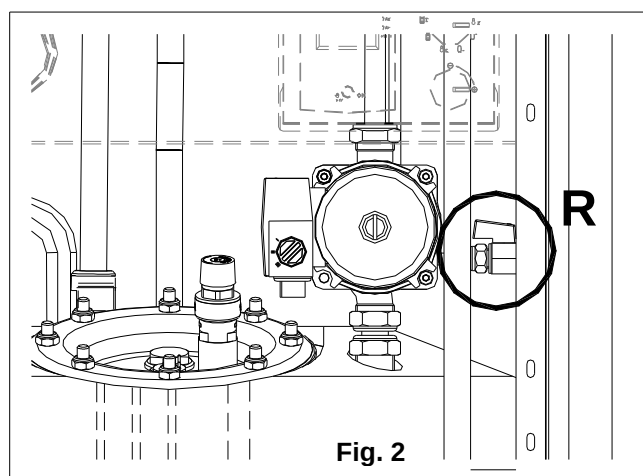

Fig. 2
- aprire il rubinetto generale d'entrata acqua sanitaria e aprire il rubinetto di carico della caldaia (fig. 2);